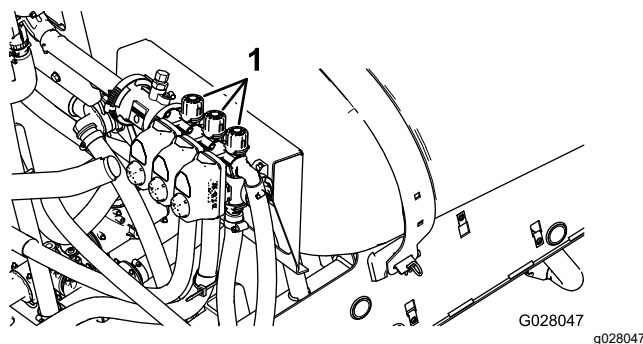

Figura 70
- Treceți comutatorul pentru seciunea din stânga în poziția Oprit și reglați supapa de bypass pentru seciunea din stânga (Figura 70) până când valoarea presiunii ajunge la nivelul reglat anterior (de regulă 2,75 bar).
- Reglați supapa de bypass pentru seciunea din dreapta (Figura 70) până când valoarea presiunii ajunge la nivelul reglat anterior (de regulă, 2,75 bar).
6. Reglai supapa de bypass pentru seciunea din centru (Figura 70) până când valoarea presiunii ajunge la nivelul reglat anterior (de regulă, 2,75 bar).